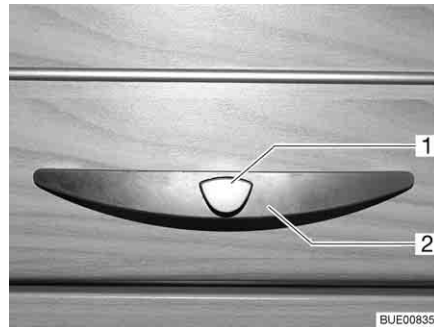

Fig. 41 Trampa de muebles con tirador (ejemplo)
- Presionar el botón de desbloqueo (Fig. 41,1) en el tirador (Fig. 41,2) y mantenerlo presionado.